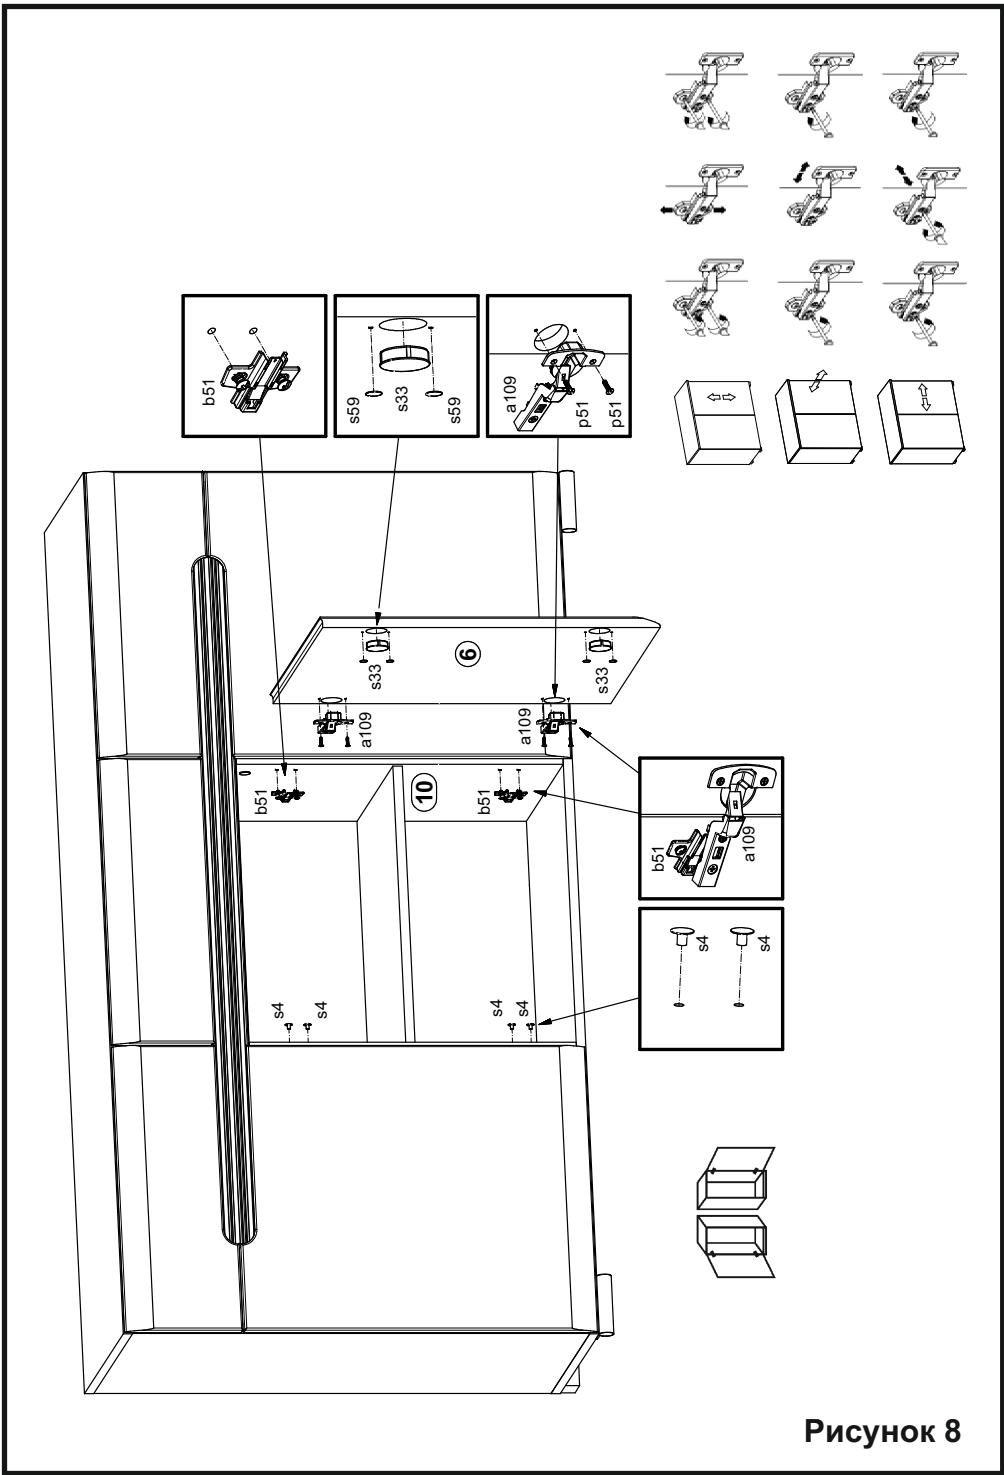

Рисунок 8
4. В отверстия $\varnothing 5$ мм на внутренней поверхностях стенки 9 или 10, в зависимости от лево- или правостороннего открывания двери 4, закрепить ответные планки петли b51 (см.рис. 8). Открытые отверстия $\varnothing 5$ мм на стенке 9 или 10 закрыть заглушками s4.